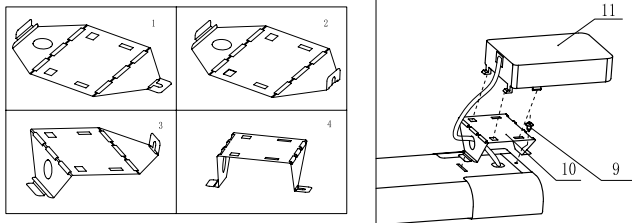

Рис.6
Для инфракрасного обогревателя предусмотрена возможность дополнительного приобретения и установки блока дистанционного управления (11), позволяющего включать/выключать обогреватель и устанавливать таймер на его отключение с пульта дистанционного управления (ПДУ). Для установки блока управления на корпус прибора используется специальный кронштейн (10), закрепляемый на корпусе прибора, с помощью винта (9) (см. рис.6).